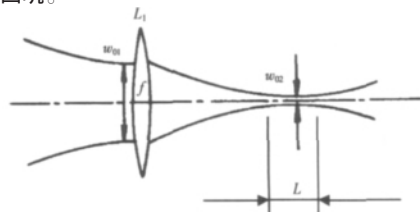

图2 焦深示意图
(4)离焦量:焦深是指激光聚焦后可形成加工能力的激光功率密集区的长度,如图2所示,值为 L 。在此长度范围内,激光的光斑大小基本一致。调焦时将工作面置于 L 的中间或偏上的位置,以形成较深的凹坑。